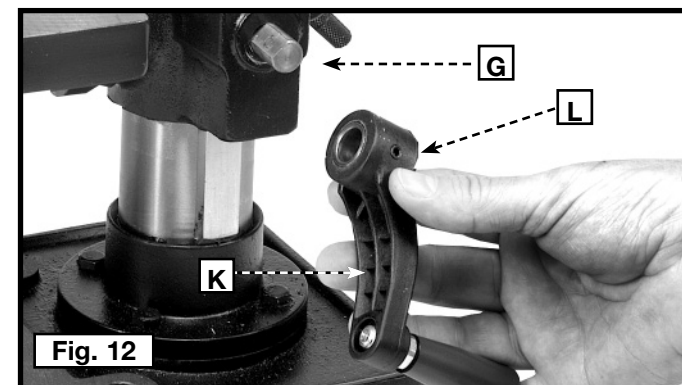

Fig. 12
10. Fixer la poignée (K, fig. 12), qui lève et abaisse la table, à la tige de la vis sans fin (G) et serrer la vis de calage (L) contre la partie plate de la tige.